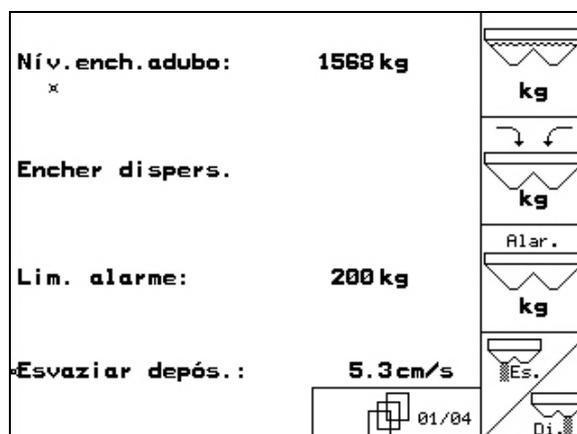

Fig. 50
- No menu Dados da máquina, página um  (Fig. 50).
Confirmar a quantidade de adubo reenchida (Fig. 50).